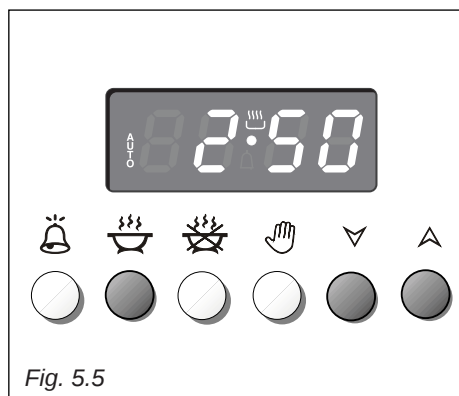

Fig. 5.5
1. Tilberedningslengden stilles inn ved å trykke på  og  for å øke tiden eller  for å redusere tiden (Fig. 5.5). **AUTO** og  lyser i displayet.